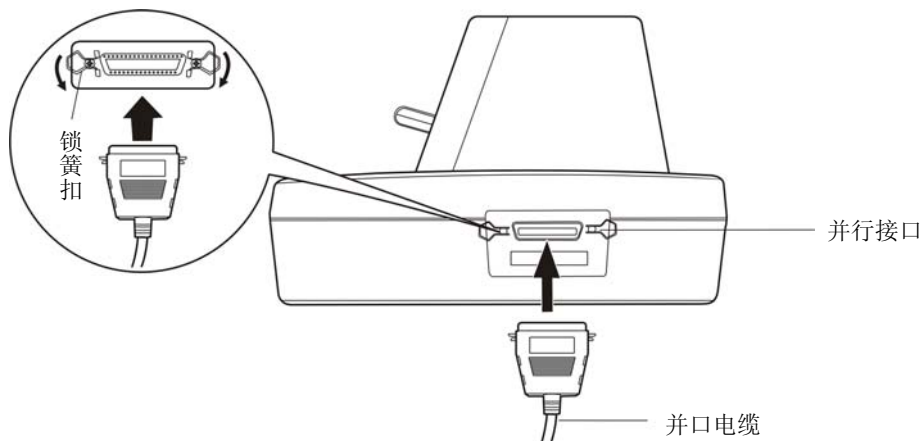
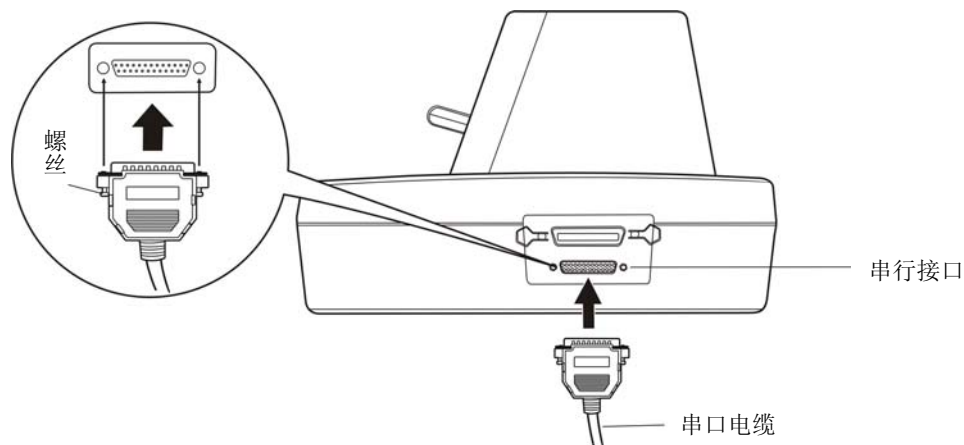
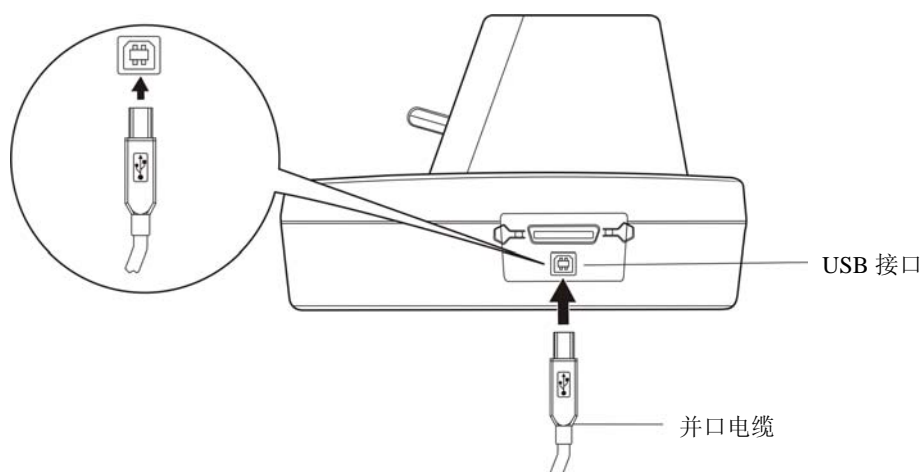

图 2-10 连接并口电缆
图 2-11 连接串口电缆
图 2-12 连接 USB 电缆
本打印机标配通讯接口为并行接口，可选配一个接口选件（串行接口或 USB 接口）。请根据需要，用相应的接口电缆把打印机与计算机相连〔如图 2-10、图 2-11 所示和图 2-12 所示〕。接口电缆的连接方法如下：
1. 关闭计算机和打印机电源开关。将并行接口电缆插头插进打印机的并行接口。扣上连接器的两侧锁簧扣，使插头固定（如图 2-10 所示）。
1. 关闭计算机和打印机电源开关。将串行接口电缆插头插进打印机的串行接口。拧紧插头两侧的螺丝，使插头固定（如图 2-11 所示）。
1. 将 USB 电缆的 A 端插头（方型）插进打印机的 USB 接口插座中（如图 2-12 所示）。